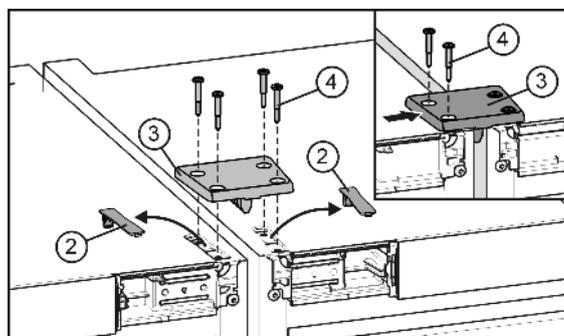

Fig. 5
- 松开并取下盖子 Fig. 5 (2)。
- 放上连接架 Fig. 5 (3)，并在一台设备上用两个螺栓 Fig. 5 (4) 松动固定。